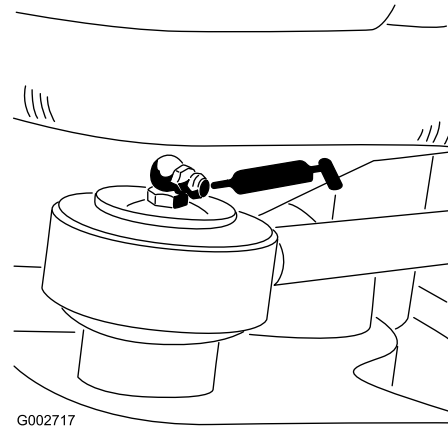

Figura 23
- estremità dell'asta del cilindro di sterzo (1) – solo modello 08705 (Figura 23)